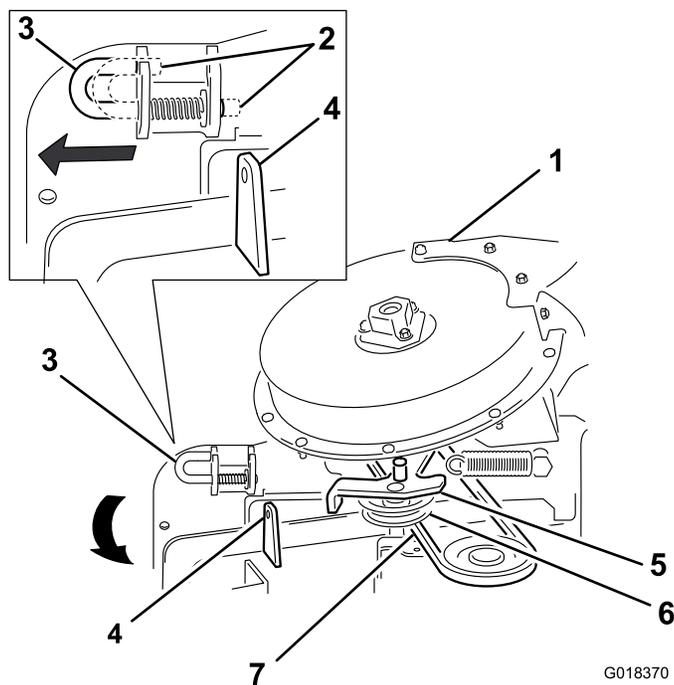

Figura 28
3. Mova o pino de fecho da posição de bloqueio para a posição aberta (Figura 28).
4. Feche a estrutura do soprador e alinhe o pino de fecho com o orifício no suporte da calha (Figura 28).